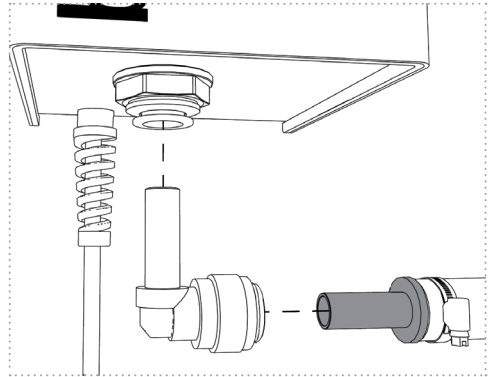

Abbildung: 10b
- b. in die im Lieferumfang enthaltenen „Einsteck-Winkel 90°“ und danach in die biolite® ein (*Abbildung 10b*).